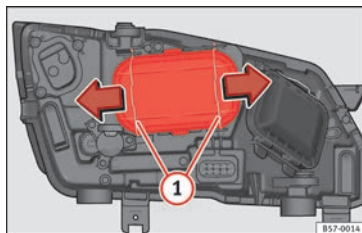

Fig. 102 No compartimento do motor: retirar a tampa.
2. Desloque os tirantes » **Fig. 102** ① no sentido da seta e puxe a tampa.